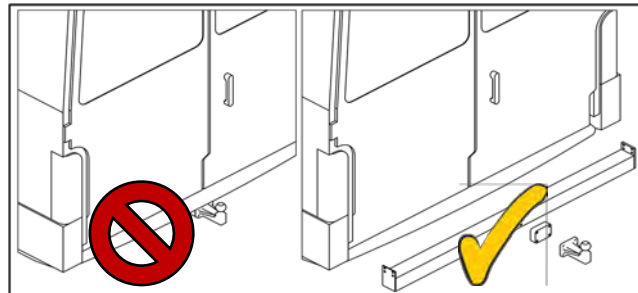

Abbildung 10
- Falls an dem Fahrzeug eine Anhängerkupplung oder, und ein Tritt angebracht ist, die Anhängerkupplung oder, und den Tritt demontieren (siehe Abbildung 10)